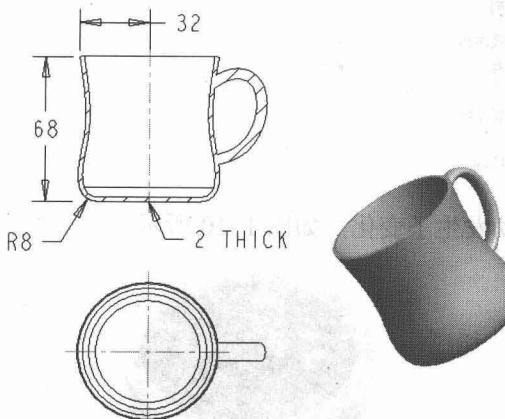

图 1-4
(4) 用同样方法打开 ch1 文件夹中的“cup.drw”文件，如图 1-4 所示，请记住它们的样子。